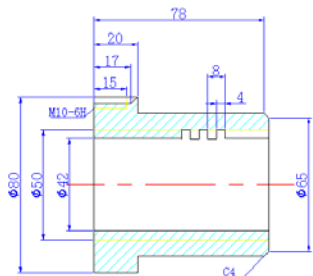

图 14.60 绘制螺套
(5) 使用“直线”工具, 参照图 14.60 所示的参数绘制螺套。